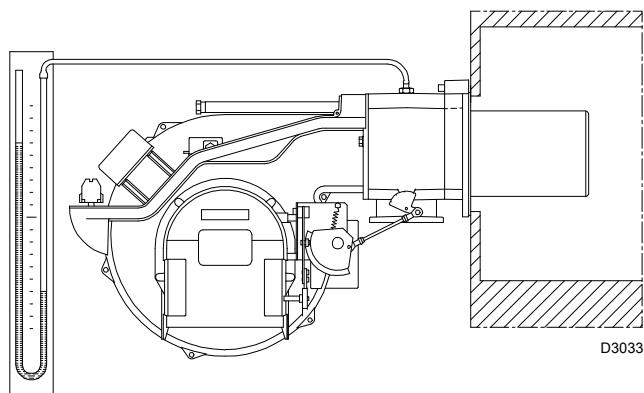

图 28
- 在燃烧筒的燃气压力测试点上安装一个 U 型压力表（图 28）。
参考数值一般可在 第 21 页 中查到，在 U 型压力表上读出燃气压力，见 图 28 页 25），并按 第 21 页 上所示进行操作。